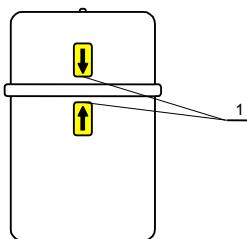

Рис. 2 - Расположение стрелок-указателей при установке верхней крышки на основную ёмкость
6.5 Установите верхнюю крышку на основную ёмкость так, чтобы стрелки-указатели (1), расположенные на боковых поверхностях верхней крышки и основной ёмкости, оказались друг напротив друга, при этом чёрные аноды должны быть внутри керамического стакана, а светлые катоды - снаружи его (рис. 2). Осторожно осадите верхнюю крышку на основную ёмкость до упора.